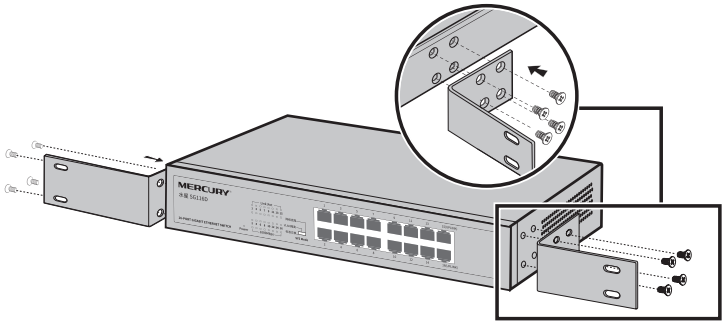

图3-2 交换机L型支架安装示意图
2. 使用配件中提供的螺钉将两个L型支架分别固定安装在交换机面板的两侧, 如图3.2所示。